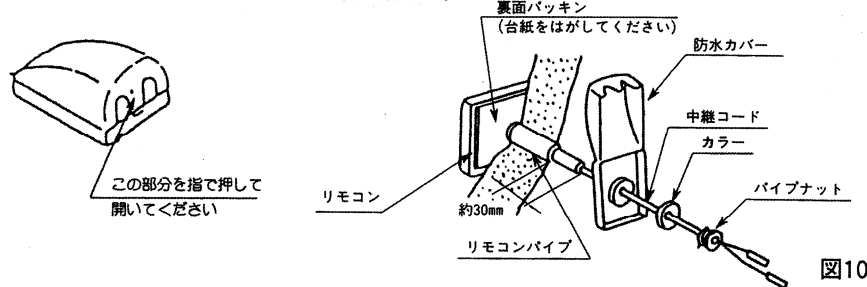

図10
リモコンパイプにリモコンの中継コードを通し、リモコンにリモコンパイプをねじ込み、取り付けます。(図10)
3. リモコンパイプが外壁面より30mmほど出るようにリモコンパイプのネジで長さ調節をして、壁の穴に挿入します。(図10)
5. 屋外で、防水カバーのふたをあげ、防水カバー・カラーの順で中継コードおよびリモコンパイプに通します。(図10)
6. パイプナットをリモコンパイプに締めつけます。(締め過ぎに注意してください。)(図10)